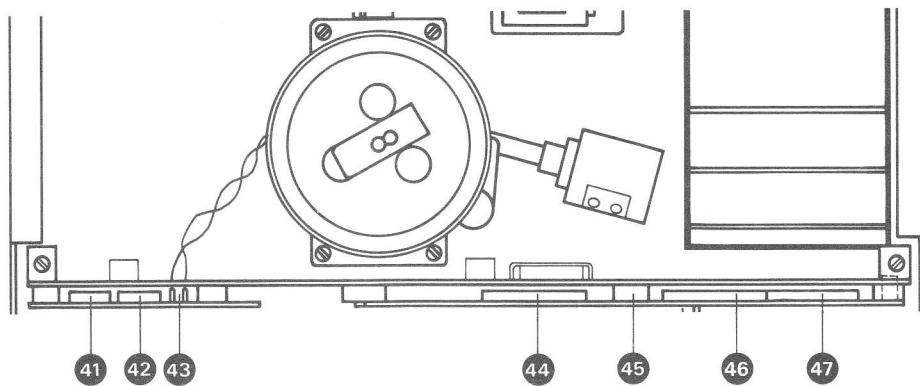

Fig. 3.19.-1
- 3 Steckverbindungen (41), (42), (43) (Fig. 3.19. — 1) lösen.
- Disconnect 3 plug-in connections (41), (42), (43) (fig. 3.19. — 1).
- Débrancher les 3 fiches peigne (41), (42), (43) (Fig. 3.19. — 1).
- 4 Steckverbindungen (44), (45), (46), (47) (Fig. 3.19. — 1) lösen.
- Disconnect 4 plug-in connections (44), (45), (46), (47) (fig. 3.19. — 1).
- Retirer les 4 fiches peigne (44), (45), (46), (47) (Fig. 3.19. — 1).